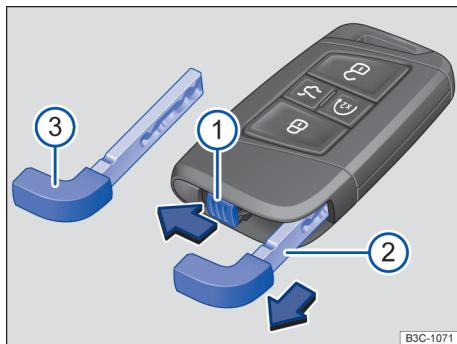

Fig. 59 Chave do veículo: destravamento da chave de emergência.
Legenda para → Fig. 59:
- ① deslizar a trava na direção da seta.
- ② Retirar a chave de emergência no sentido da seta.
- ③ Chave de emergência.
Na chave do veículo se encontra uma chave de emergência → Fig. 59 ③ para destravamento e travamento manual do veículo.